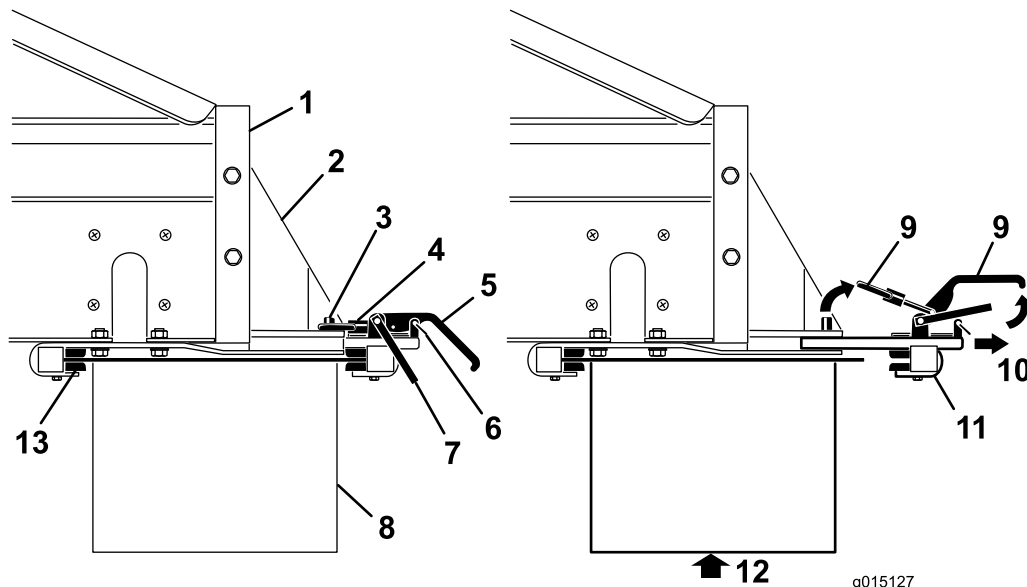

Bild 48
3. Entfernen Sie die Sicherheitsriegelclips von den Klemmgriffen (Bild 48).
4. Heben Sie zuerst den Sicherheitsriegel und dann die Klemmgriffe des Anbaugeräts an und lösen Sie die Arretierungsringe von den Arretierstiften (Bild 48).
5. Schieben Sie die hintere Anbaugerätklemme aus den Schnellbefestigungsschlitzen (**Bild 48**).
6. Setzen Sie die Vorderkante des Querförderers bzw. Drehzapfens mit Hilfe einer anderen Person auf und unter das Heck der Maschine in die vorderen Klemmen der Halterungen (Bild 48) ein.
7. Stützen Sie den Querförderer bzw. Drehzapfen ab und schieben dann die hintere Klemme des Anbaugeräts wieder in die Schlitz in den Halterungen und über die hintere Kante (Bild 48).
9. Setzen Sie die Sicherheitsriegelclips wieder auf die Klemmgriffe (Bild 48).